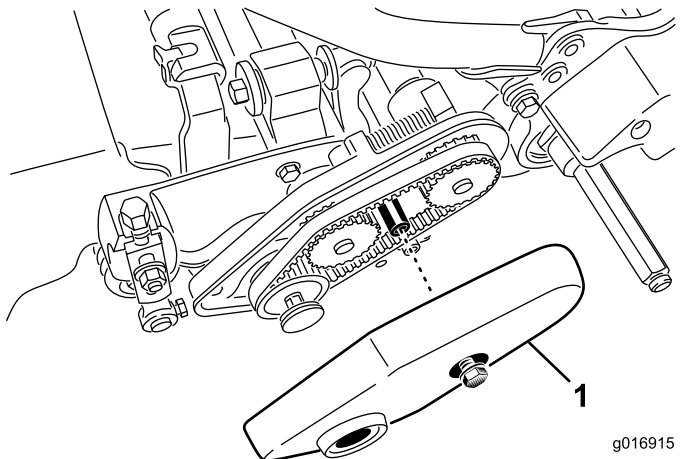

Figura 19
2. Allentate il bullone della flangia che fissa il copricinghia, e togliete il copricinghia per accedere alla cinghia (Figura 19).